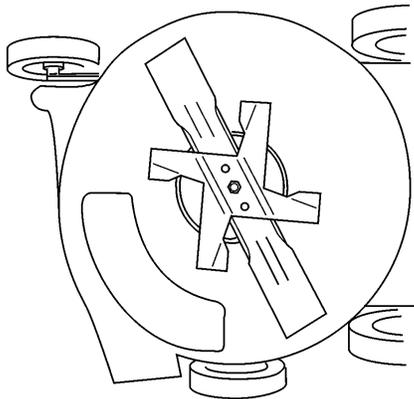

Figure 26
2. Basculer la tondeuse sur son côté droit (Fig. 26).